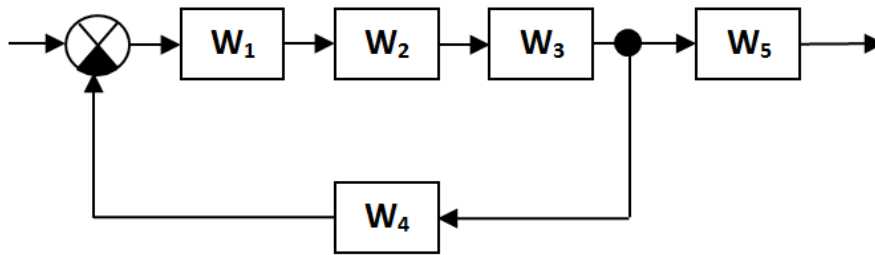

Рис. 8.17. Пример структурной схемы
*Условие.* Преобразовать структурную схему (рис. 8.17) и рассчитать результирующую передаточную функцию.